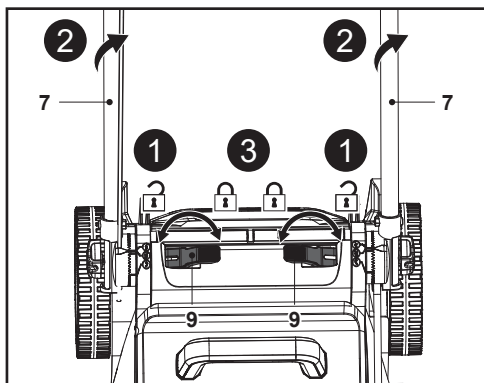

Fig. 9
2. Despliegue las dos palancas de sujeción (9) con la otra mano y luego gire el conjunto del manillar (5, 7) a la otra posición de altura del manillar (Fig. 9, pasos 1 y 2).
3. Asegúrese de que el triángulo indicador (7b) esté alineado con el indicador de altura del manillar (10b/10c) y luego cierre las dos palancas de sujeción (9) para fijar el conjunto del manillar (5, 7) (Fig. 9, paso 3).